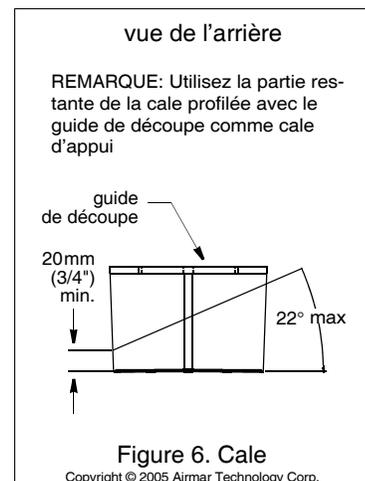

Figure 6. Cale
4. Ajustez la position de la butée de coupe de sorte que la cale soit coupée en deux moitiés approximativement égales. La section qui servira de cale profilée doit avoir une épaisseur de 20 mm (3/4") sur son côté le plus fin (voir Figure 6).